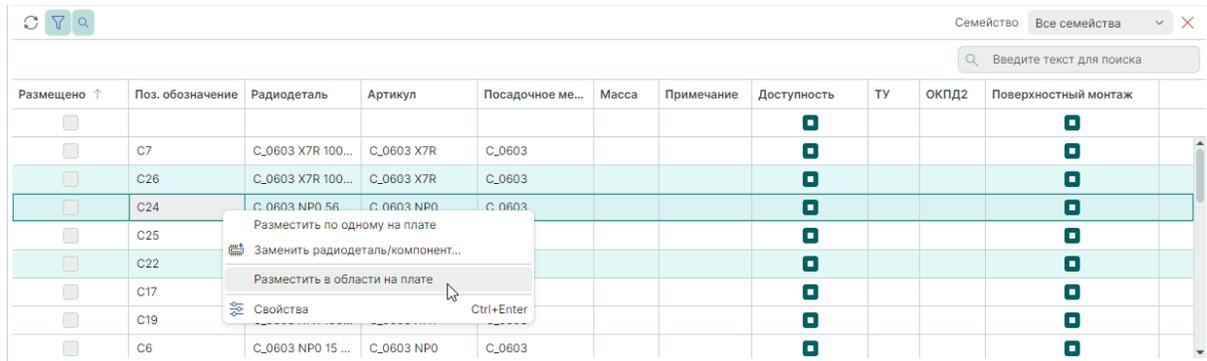

Рис. 153 Выбор группы компонентов для размещения на плате
4. Вызовите контекстное меню и выберите одну из команд группового размещения, см. Рис. 153.